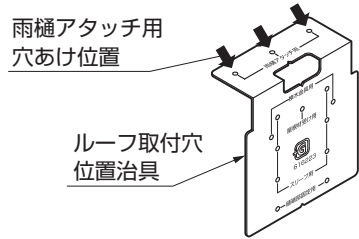
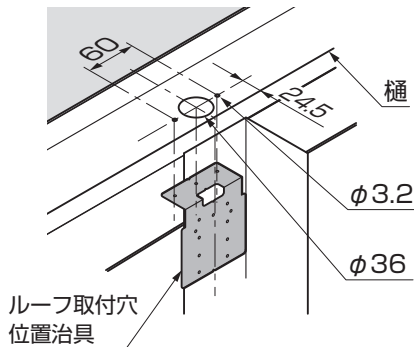

図11-2
図11-3 A部詳細図
- ①ルーフ取付穴位置治具を樋にあて、ケガキ、ドリルで水抜き穴φ36と雨樋アタッチメント取付穴φ3.2をあけてください。(図11-2、図11-3参照)